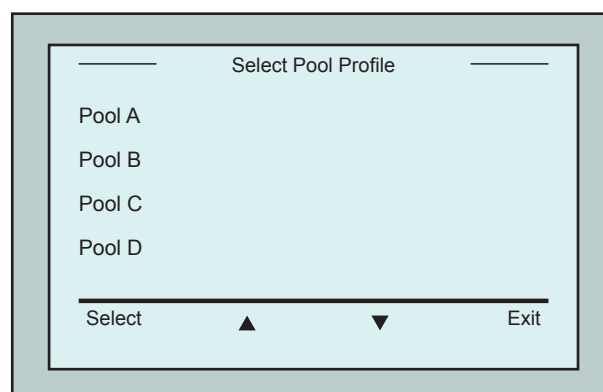

Рисунок 5. Экран выбора конфигурации бассейна
2. Для перехода в раздел выбора конфигурации бассейна нажмите Pool A. На экране отобразится раздел выбора конфигурации бассейна (рис. 5).